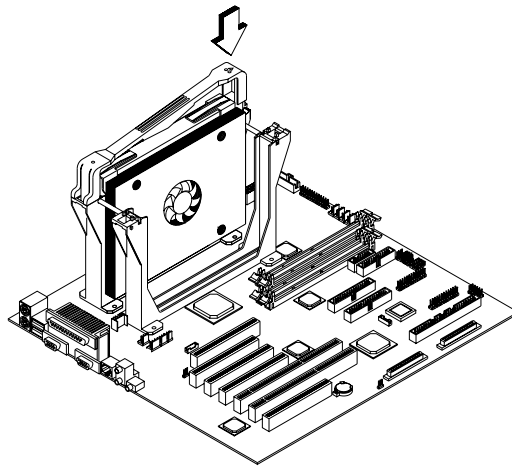

Abbildung 3-7 Halterungsblende
4. Drücken Sie die Halterungsblende zur Sicherung des Prozessors wie in Abbildung 3-7 gezeigt nach unten, bis sie in der Halterung einrastet.